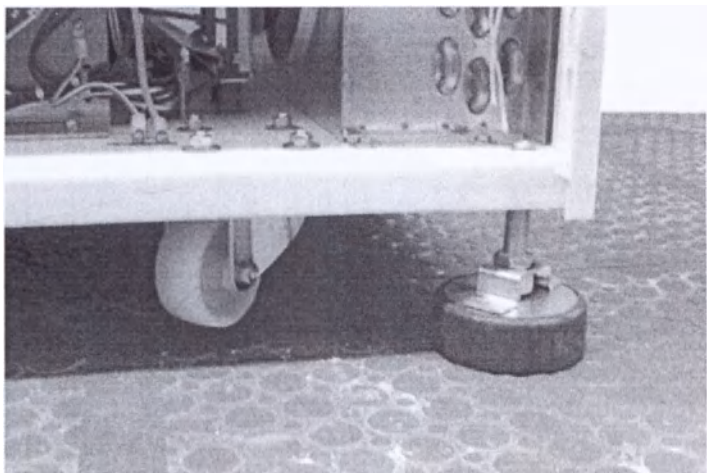

Рис. 2-4. Шпильки с фиксирующими стабилизаторами
7. После установки на месте установите поставляемые фиксирующие стабилизаторы. Соблюдайте требования к месту эксплуатации. Для этой цели отвинтите шпильки в нижнее положение, установите по центру фиксирующие стабилизаторы и выровняйте центрифугу таким образом, чтобы все фиксирующие стабилизаторы несли одинаковую нагрузку (проверьте наклоном центрифуги), и чтобы ролики находились на расстоянии приблизительно 5-15мм от пола (рис. 2-4).